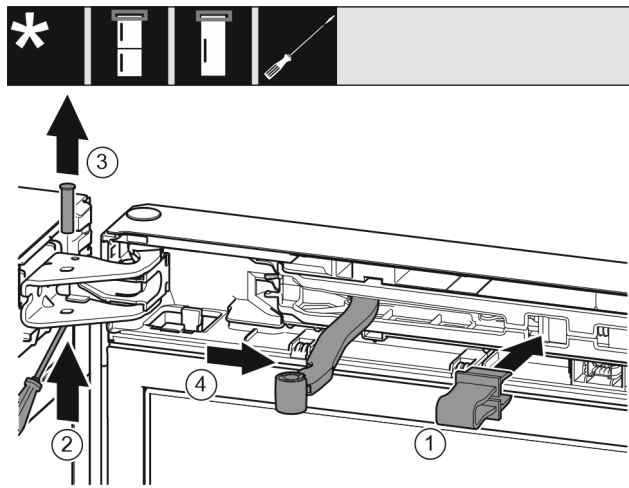

Fig. 9
- Fiksatorių užfiksukite angoje. Fig. 9 (1)
- Atsuktuvu išsukite varžtus. Fig. 9 (2)
- Ištraukite varžtus į viršų. Fig. 9 (3)
- Pasukite lankstą durų kryptimi. Fig. 9 (4)